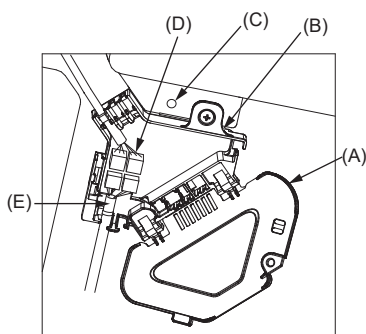

Fig. 10-8
- (1) Avlägsna en skruv som håller anslutningsdosans lock och öppna locket.
- (2) Anslut anslutningskablar till kontakt för lamellmotor och panelmotorns kontakt i anslutningsdosan. (Fig. 10-8)